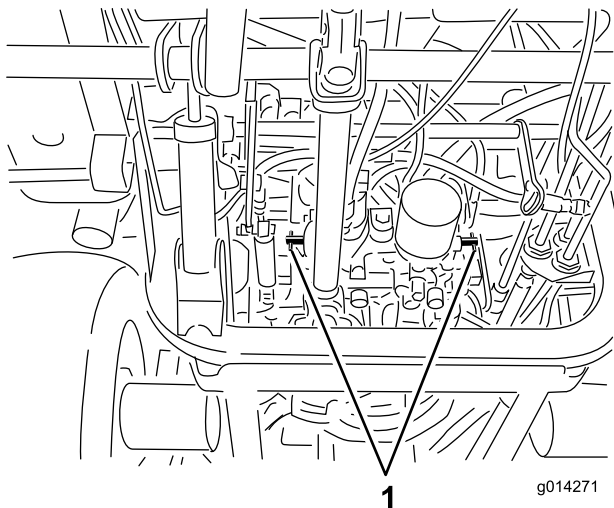

図 19
4. 各バイパスバルブを左回りに1回転させる図 19。
各バイパスバルブを右回りに1回転させ、手で普通に締めてください締め付けトルクで約 $8 \text{ N}\cdot\text{m}$ (0.8 kgm) (図 19)。